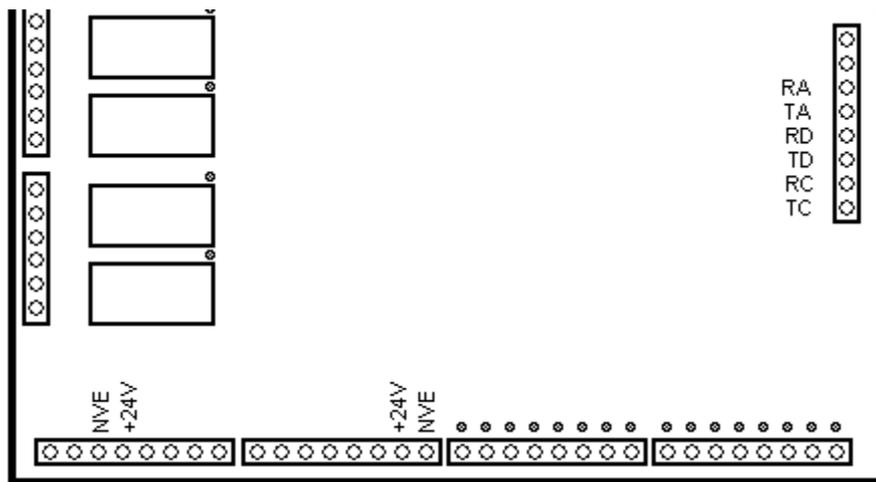
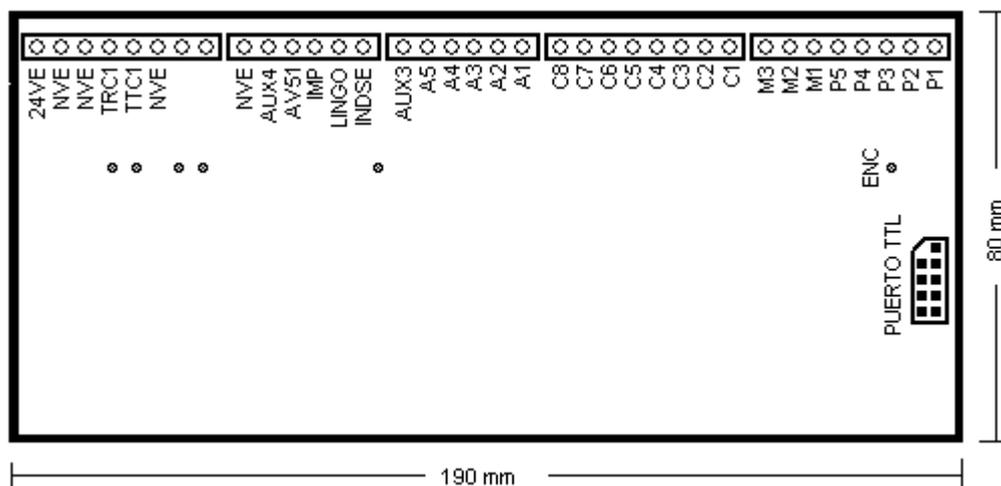
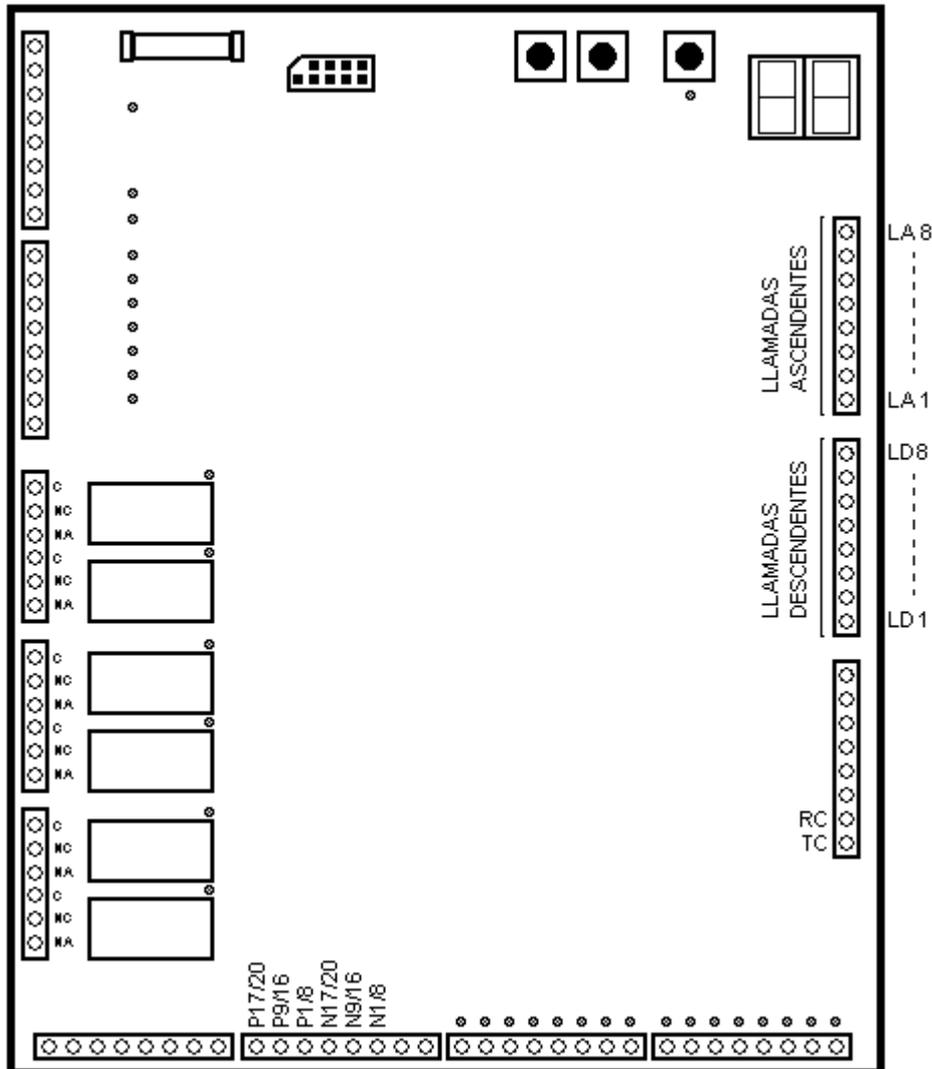

Figura 16
Figura 17
Figura 18
- Se conecta fuente de 24Vcc entre los bornes 24VE y NVE de los accesorios CCA51SE (Figura 17) e IPS
- El borne TC del controlador CEA36 (Figura 16) se conecta al borne TTC1 del CCA51SE (Figura 17)
- El borne RC del controlador CEA36 (Figura 16) se conecta al borne TRC1 del CCA51SE (Figura 17)
- El borne TD del controlador CEA36 (Figura 16) se conecta a los bornes Tx de los IPS descendentes
- El borne RD del controlador CEA36 (Figura 16) se conecta a los bornes Rx de los IPS descendentes
- El borne TA del controlador CEA36 (Figura 16) se conecta a los bornes Tx de los IPS de ascendentes
- El borne RA del controlador CEA36 (Figura 16) se conecta a los bornes Rx de los IPS de ascendentes
- Se conecta fuente de 24Vcc entre los bornes 24VE y NVE del accesorio CCA51SE (Figura 17)
- El borne TC del controlador CEA36 (Figura 18) se conecta al borne TTC1 del CCA51SE (Figura 17)
- El borne RC del controlador CEA36 (Figura 18) se conecta al borne TRC1 del CCA51SE (Figura 17)